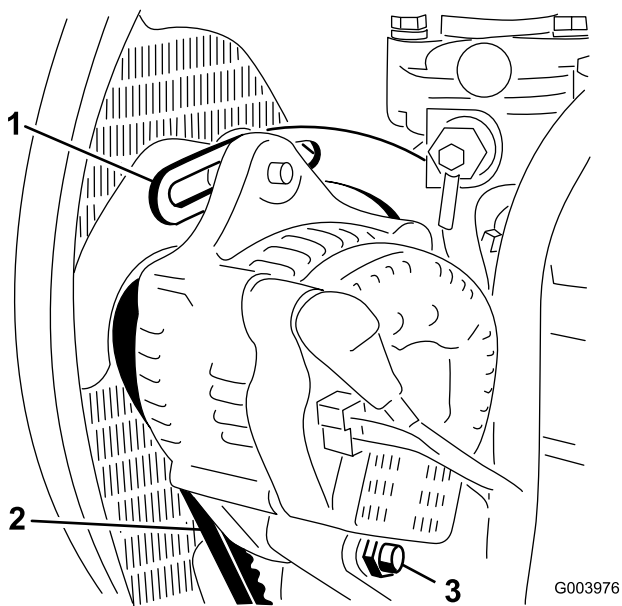

Figura 74
2. Compruebe la tensión de la correa del alternador flexionándola (Figura 74) en el punto intermedio entre las poleas del alternador y del cigüeñal con una fuerza de 10 kg (22 libras).
3. Afloje el perno que fija el tirante al motor (Figura 74), el perno que fija el alternador al tirante y el perno de pivote.